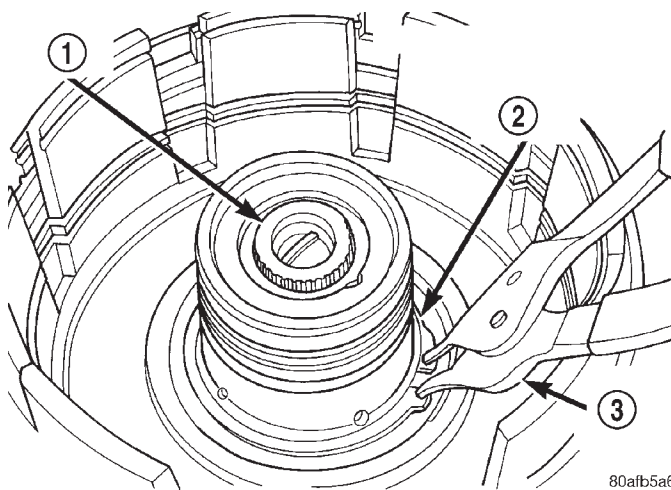

Fig. 214 Anillo de muelle cónico de la maza impulsora
(21) Retire el anillo de muelle cónico de la maza impulsora (Fig. 214).